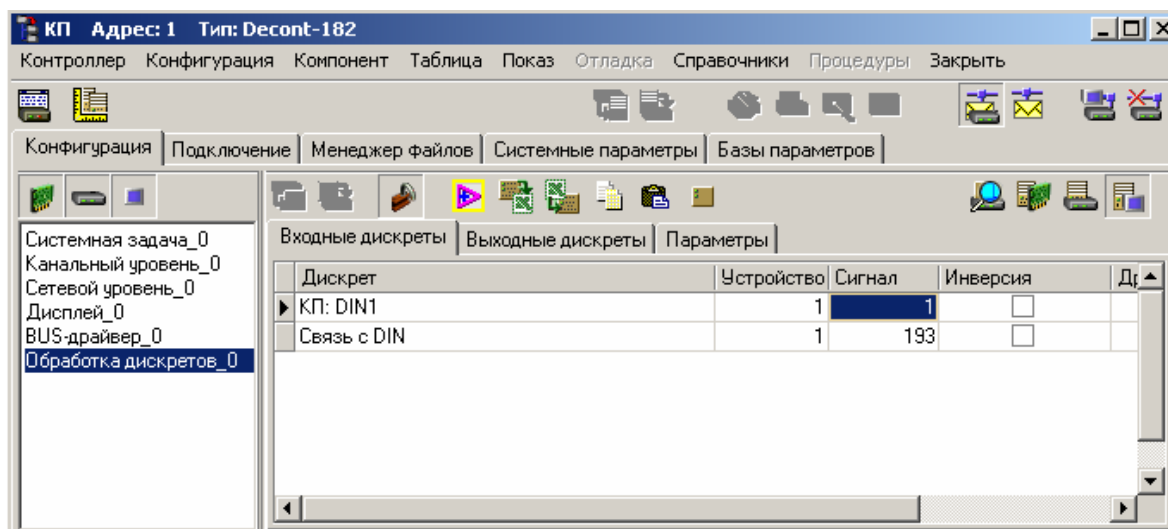

Рис. 1.22 – Пример заполнения компонента «Обработка дискретов»
**▲ Сигнал связи с любым устройством имеет номер 193** (см. рис. 1.22). Реально этот сигнал не является входным дискретом модуля, он формируется в контроллере Декоонт, по результатам общения с данным модулем. Описываются сигналы связи со всеми модулями в таблице «Входные дискреты».